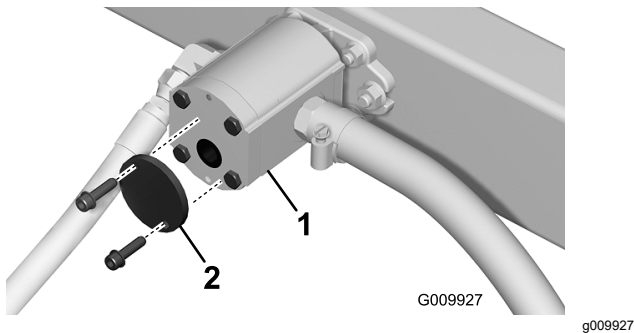

Figura 4
1. Limpie a fondo la zona alrededor de la tapa terminal de la bomba hidráulica para evitar que entre contaminación en la bomba (Figura 4).
2. Retire los 2 pernos que sujetan la tapa terminal a la bomba hidráulica, y retire el tapón terminal (Figura 4).